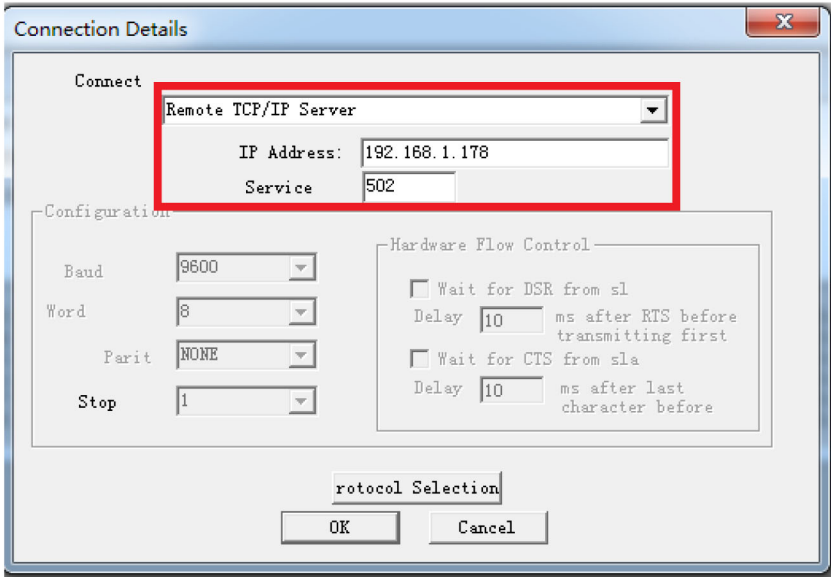

图 1
- 2. 选择菜单 Connection/Connect，选择 Remote TCP/IP Server，输入ROHO-EM-A的 IP 地址，Service 端口为 502；点击[OK]按钮，如图 1 所示。